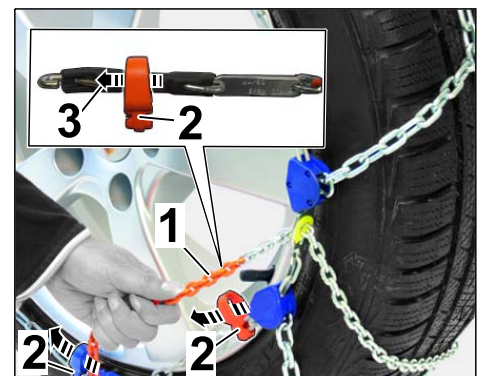

Bild 12
2.3.2 Spanngummi mit Haken durch Kunststofföse (⇒ Bild 12 -Lupe Pfeil-) fädeln.